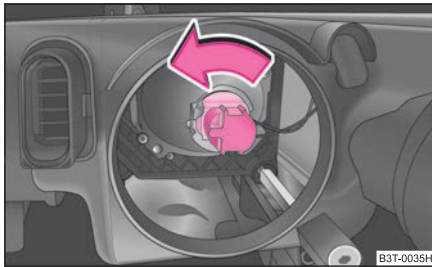

Abb. 219 Ausbau der Glühlampe für Ablendlicht
- Den Stecker mit der Glühlampe bis zum Anschlag nach links drehen und herausnehmen ⇒ Abb. 219.